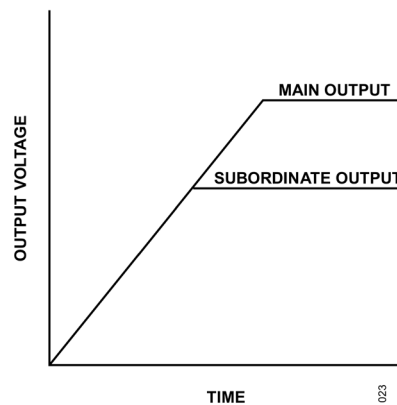

図 23. 出力同時トラッキングの波形
同時出力トラッキングは、比例出力トラッキングにおいてメイン・デバイスの出力スルー・レート (MR) と下位デバイスの出力スルー・レート (SR) が等しい特別な場合と見なすことができ、波形は図 23 に示すようになります。